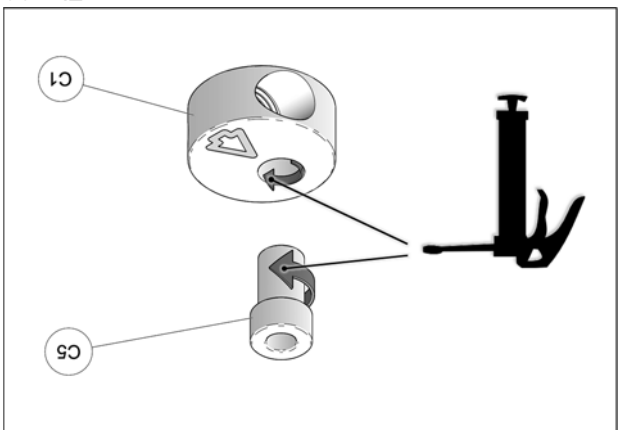

Fig. 26
17. À l'assemblage, les bagues espacesurs (C5) doivent être graissées. Appliquer une couche de graisse uniforme sur toute la circonférence de la bague espacesur et dans le logement du disque en aluminium (C1). Voir la Fig. 26